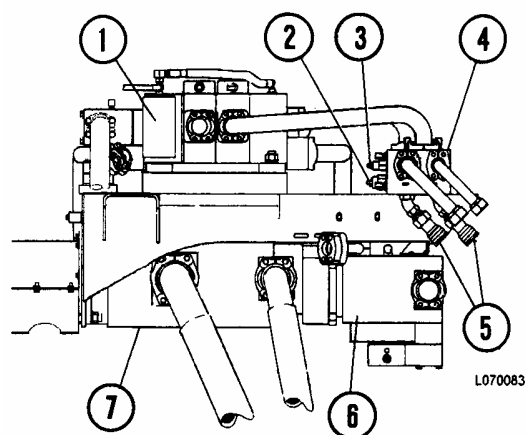

FIGURA 7-4. MODULO DE LA BOMBA
El múltiple sobre el centro (4, Figura 7-4), ubicado en el módulo de la bomba en la parte trasera de la válvula de elevación (1) contiene la válvula de contrabalance (2). Esta válvula controla la presión del cojín de aceite en el área anular del cilindro de elevación cuando la tolva se aproxima al ángulo máximo de volteo. La válvula limita la acumulación de presión máxima liberando la presión por sobre 20.400 kPa (3000 psi), evitando un posible daño del sello.